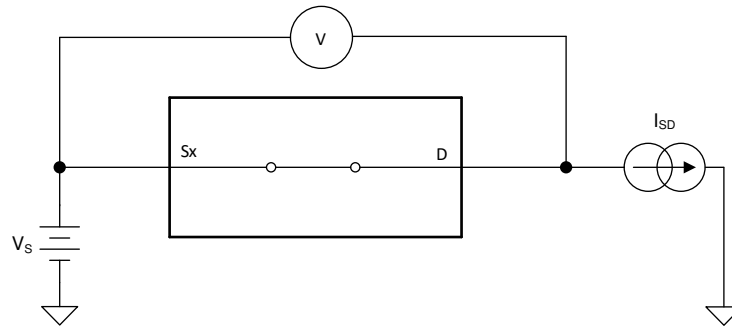

図 7-1. オン抵抗測定時の構成
デバイスのオン抵抗は、デバイスのソースピン (Sx) とドレインピン (D) の間の抵抗値 (Ω) です。オン抵抗は、入力電圧と電源電圧によって変化します。オン抵抗は、記号 R_{ON} を使用して示されます。 R_{ON} の測定時に使用する構成を次の図に示します。この設定を使用して電圧 (V) と電流 (I_{SD}) を測定し、 R_{ON} は、図 7-1 に示すとおり $R_{ON} = V / I_{SD}$ で計算します。